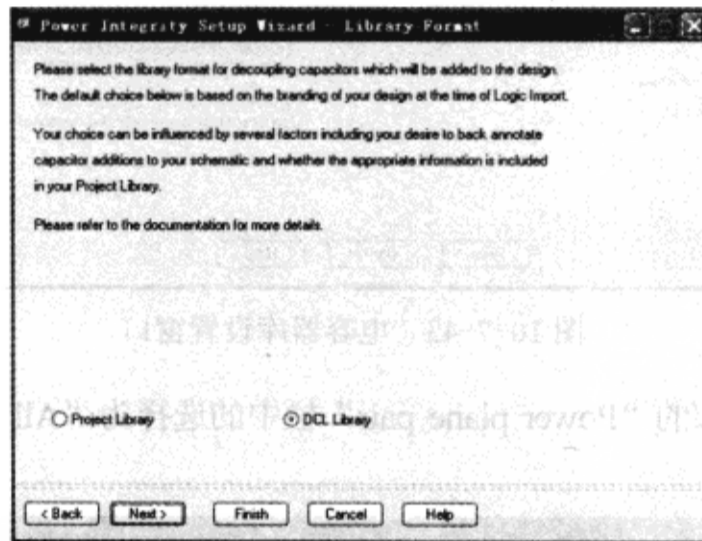

图 10-7-41 “Power Integrity Setup Wizard-Library Format” 窗口
(2) 在“Power Integrity Setup Wizard-Design Device Setup”对话框中单击“Next”按钮弹出“Power Integrity Setup Wizard-Library Format”窗口，如图 10-7-41 所示。